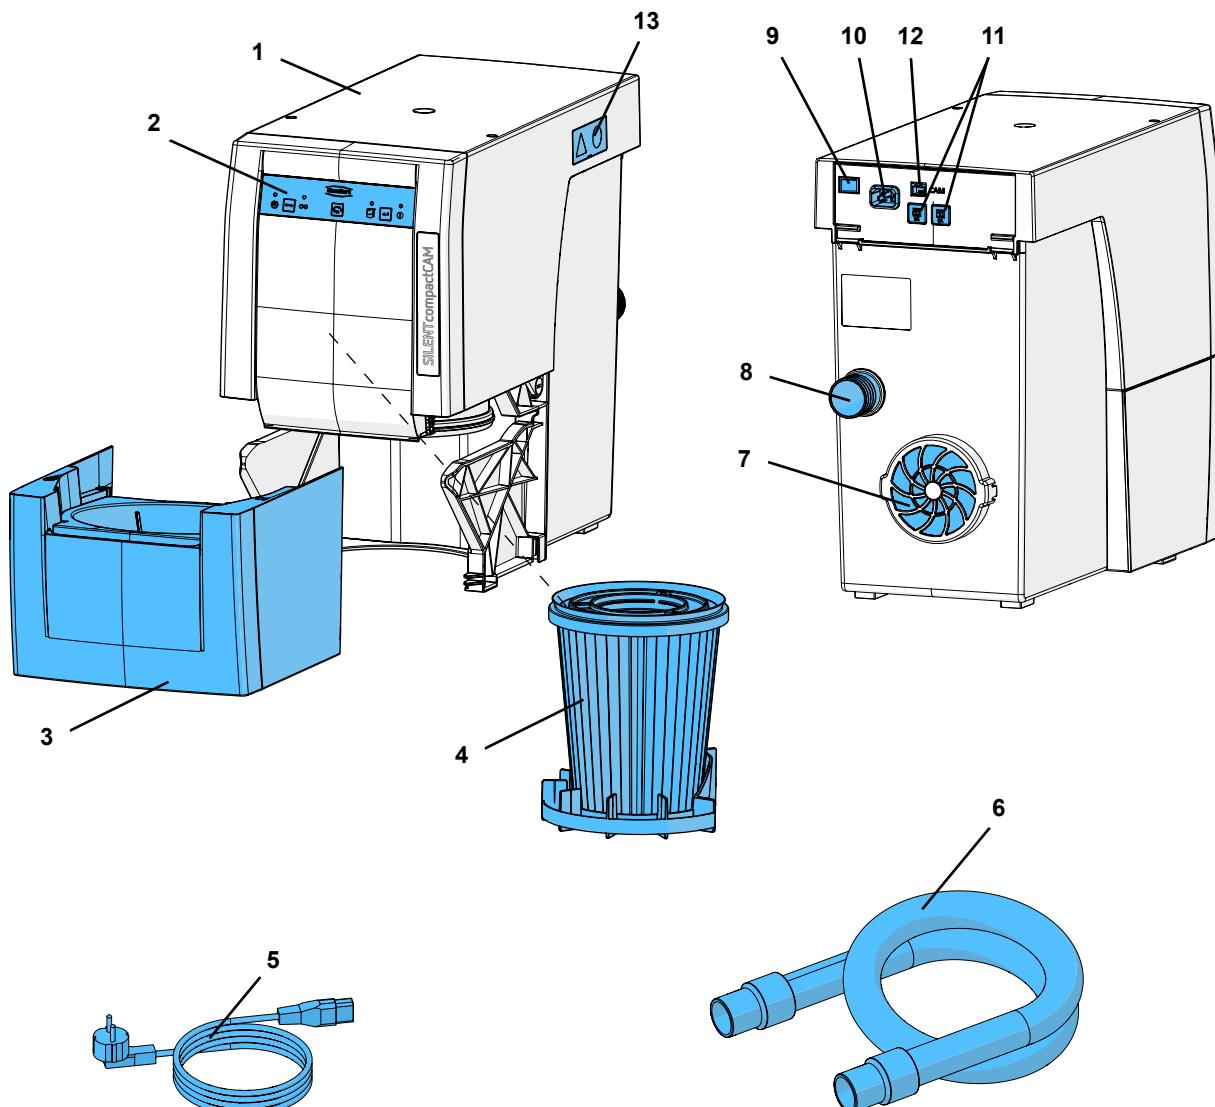

图 1
- 排气孔不能被堵塞 (7, 图 1)。
- 柜子背面的开口至少要有 250×120 毫米大，正对着排气口 (7, 图1)。
- ⇒ 按开/关键关机 (9)。
- ⇒ 将电源线 (5, 图1) 与电源 (10) 连接。
- ⇒ 将吸尘管 (6, 图 1) 连接在吸尘端口 (8) 上。